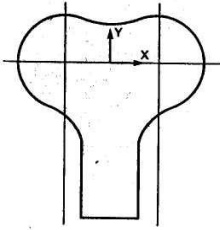

Рис. 57
10. По команде Удалить  Вспомогательные кривые и точки на панели управления удаляем вспомогательные прямые на эскизе. По команде Усечь кривую  на панели «Редактирования»  удаляем лишние элементы на эскизе (см. рис.57).